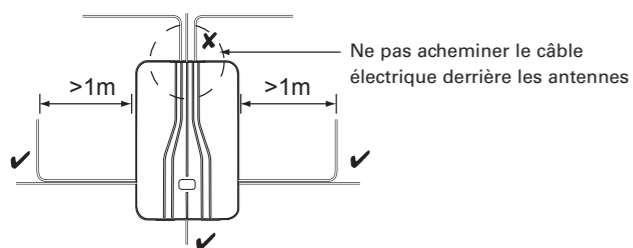
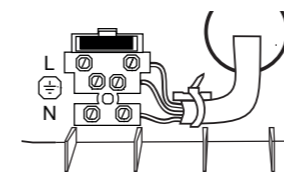

Figure 2. Acheminement du câble électrique
Figure 5. Connexions secteur
**AVERTISSEMENT** : lorsqu’elles sont connectées au réseau sous tension, les tensions de secteur sont présentes sur les têtes recouvertes des vis du bornier du connecteur secteur (Figure 5).
- Le câble électrique doit être tenu à l'écart et rester éloigné des antennes (Figure 2).
Connecter le câble électrique au bornier (Figure 5) et monter un collier de serrage. Confirmer que le câble électrique est acheminé comme indiqué dans la Figure 2.